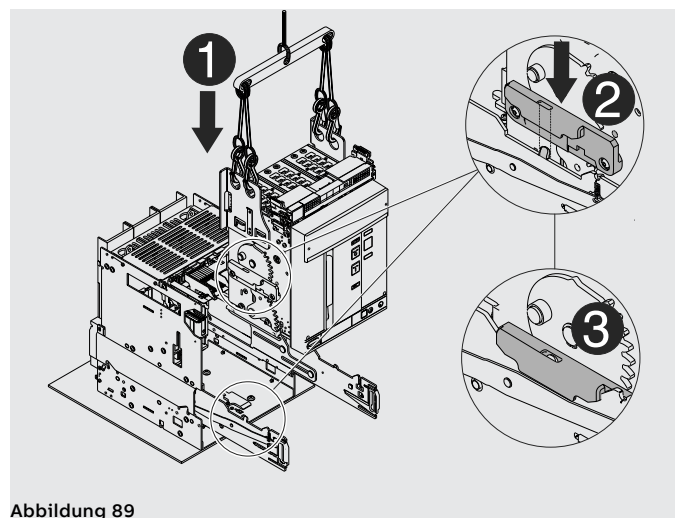

Abbildung 89
4. Das bewegliche Teil auf die Führungen des festen Teils setzen. Es einrasten lassen, indem man die Nut der Seitenfläche in den Haken der Führung des festen Teils steckt. Siehe Abbildung 89.